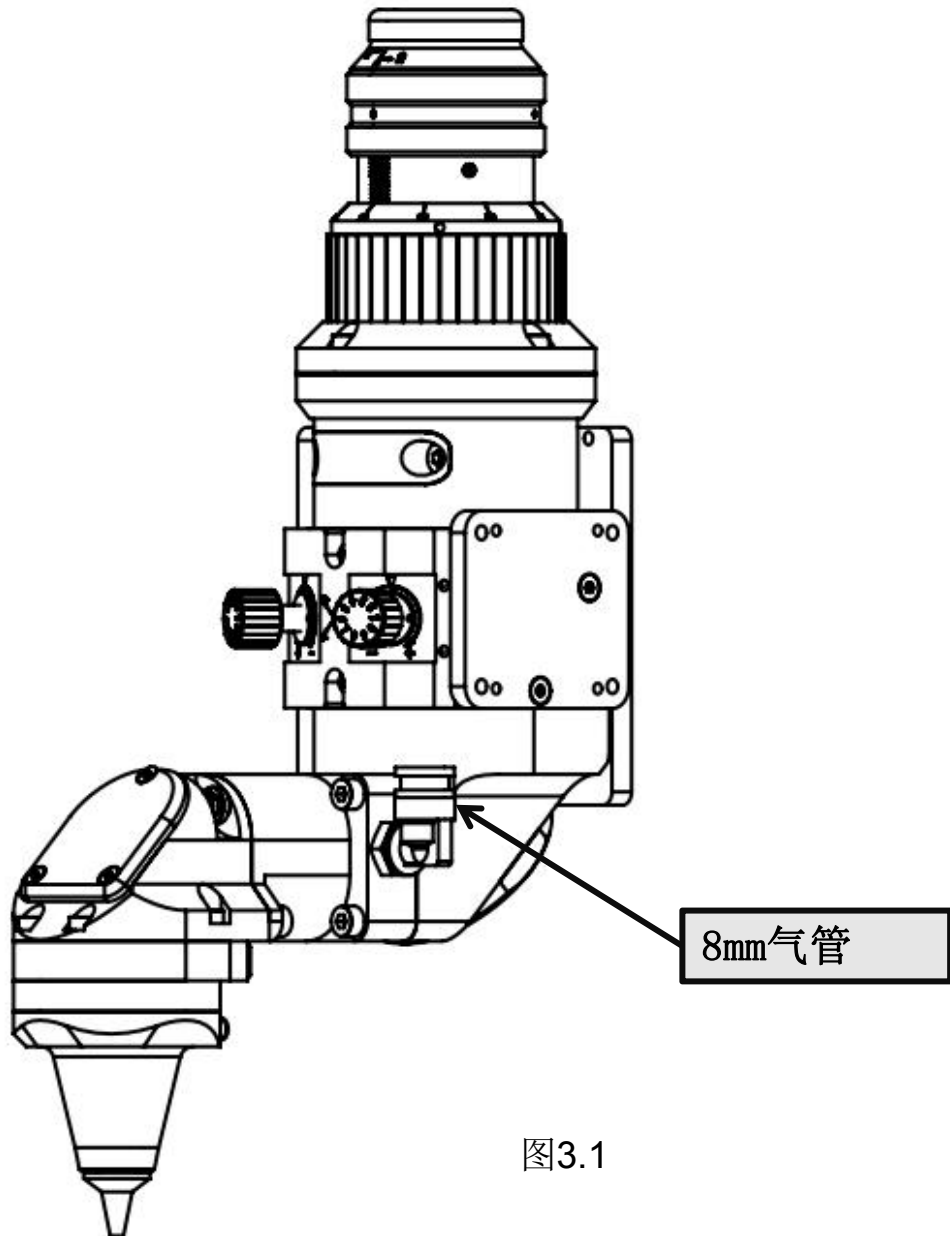

图3.1
① 输入口接8mm气管，如下图3.1所示，用于对接切割气体，输入压力 $<2.0\text{Mpa}$ 。